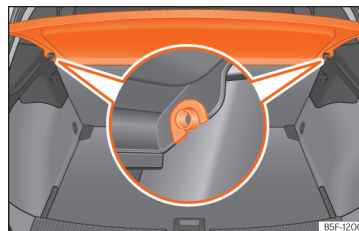

Abb. 176 Im Gepäckraum: Gepäckraumabdeckung aus- und einbauen.
- Ziehen Sie die Gepäckraumabdeckung nach oben aus den seitlichen Halterungen »» (Abb. 176) heraus.
- Führen Sie die Gepäckraumabdeckung horizontal ein, so dass das „Hufeisen“ über der Aufnahmeachse »» (Abb. 176) liegt, und drücken Sie die Abdeckung nach unten, bis sie einrastet.